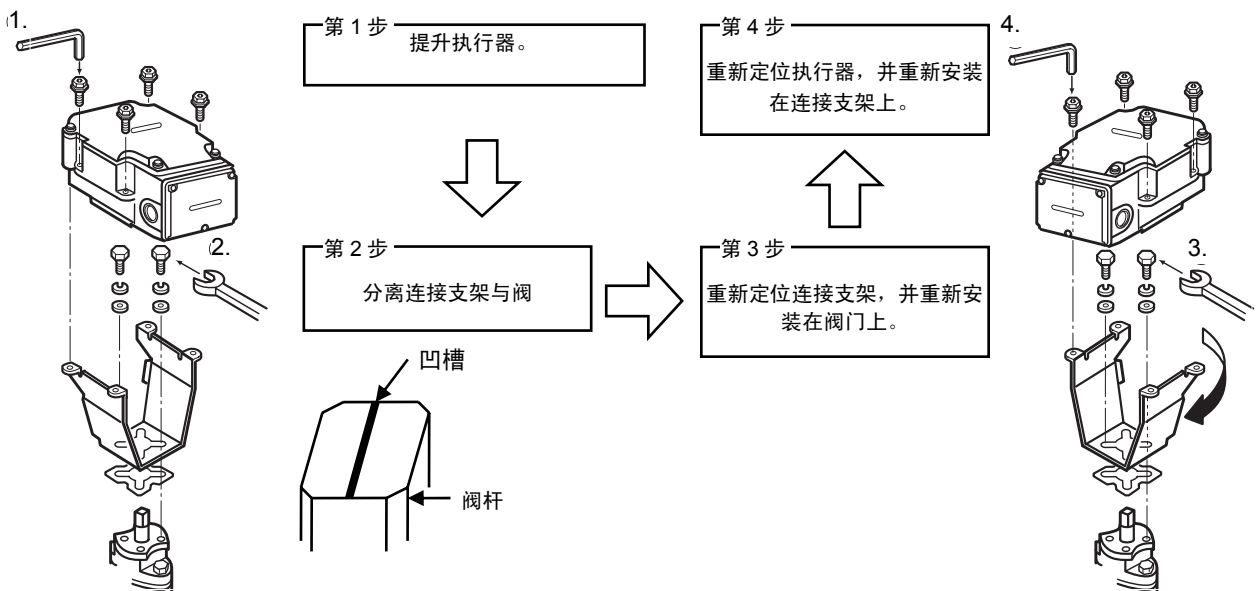

图6 改变执行器的连接位置
- 2) 拆下连接执行器以及连接支架的螺钉。提升执行器，使其与连接支架分离。（确保阀杆顶部凹槽与管道系统平行（位于全开位置））。<图6中的第1步>
- 3) 拆下连接支架以及阀体的螺钉。<图6中的第2步>
- 4) 将连接支架的方向更改为所需方向。执行器每次可水平旋转90度，以便符合阀门的安装位置（与出厂的设置位置成0° /90° /180° /270°）。<图6中的第3步>
- 7) 将执行器安装到连接支架上（方向已更改）。<图6中的第4步>